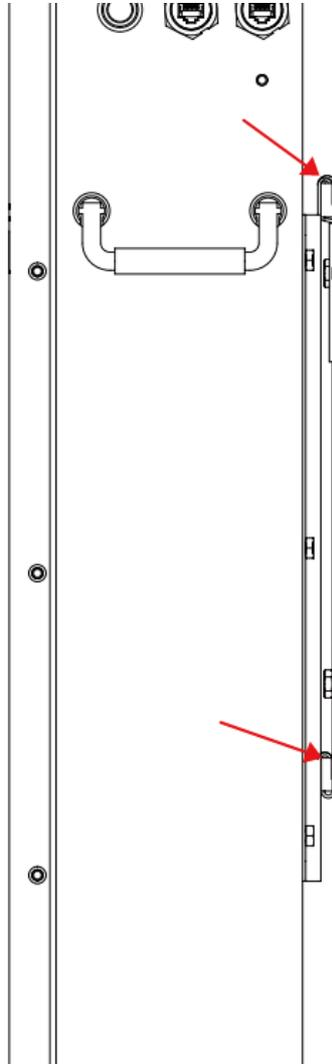

Figura 5-3
e) Portare la batteria e tenerla, fissare la batteria sulla piastra dopo aver fissato la piastra appesa al muro. Assicurarsi che le posizioni superiore e inferiore del gancio del backplane della batteria siano accuratamente allacciate sulla piastra di sospensione, come mostrato nella Figura 5-3.